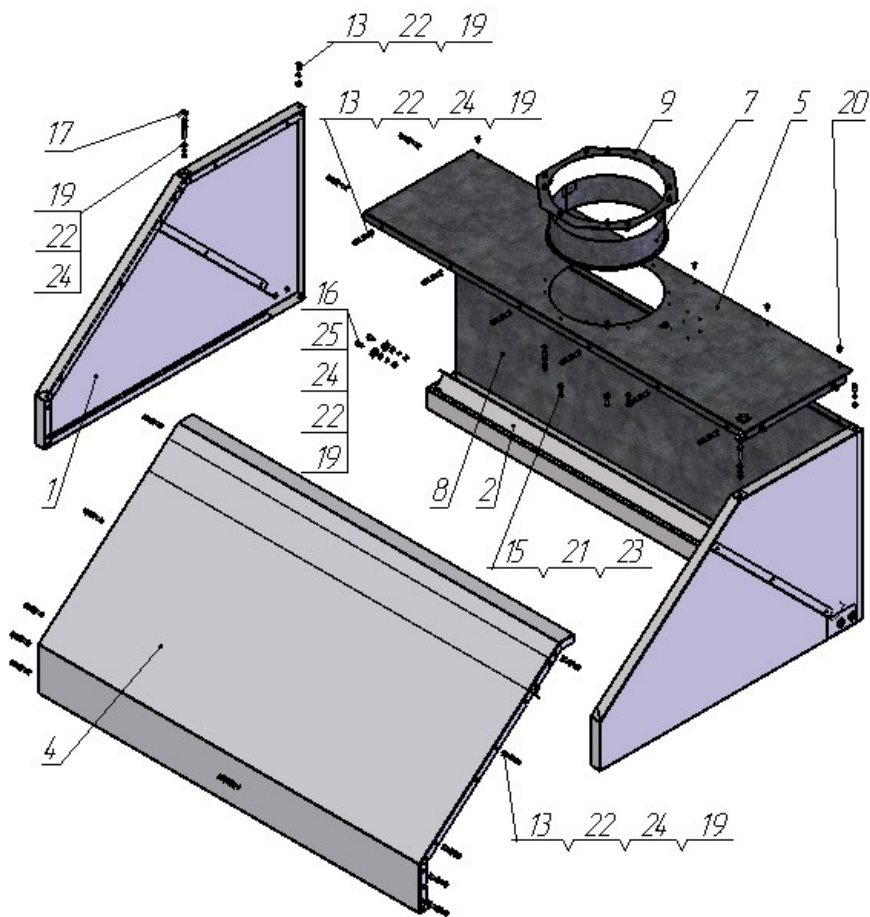

Рис.1
3.5.2. На два крючка поз. 17 (Рис. 1) навернуть гайки поз. 19 (Рис. 1) на расстояние ~ 30 мм от конца стержня. Взять боковину поз. 1 (Рис. 1) и вставить крючок с гайкой в отверстие, закрепить комплектом крепежа поз. 24, поз. 22, поз. 19 (Рис. 1). Аналогично установить крючок на второй боковине.
3.5.3. Соединить крышку короба поз. 4 (Рис. 1) с крышкой поз. 5 (Рис. 1), закрепить комплектом крепежа поз. 13, поз. 24, поз. 22, поз. 19 (Рис. 1)
3.5.4. К стенке задней поз. 8 (Рис. 1) присоединить две боковины поз. 1 (Рис. 1), закрепить комплектом крепежа поз. 13, поз. 22, поз. 19 (Рис. 1). Крепёж не затягивать. Вставить жиросборник поз. 2 (Рис. 1) между боковинами, как показано на Рис. 1, и закрепить крепежом поз. 16, поз. 25, поз. 24, поз. 22, поз. 19 (Рис. 1) с обеих сторон. Крепёж не затягивать. Крышку короба в сборе установить на собранный каркас соединить с боковинами поз. 1 (Рис. 1) и закрепить комплектом крепежа поз. 13, поз. 24, поз. 22, поз. 19 (Рис. 1). Крепление к стенке задней поз. 8 (Рис. 1) произвести крепежом поз. 20 (Рис. 1). Затянуть весь крепёж.
3.5.5. Для зонтов: ЗВН-1/700(900)/1200(1600)(2000) установить каркас зонта в вертикальное положение (на одну из боковин). Фиксатор поз. 9 (Рис. 1) надеть на патрубок выходной поз. 7 (Рис. 1) и соединить с каркасом зонта комплектом крепежа поз. 15, поз. 21, поз. 23 (Рис. 1).